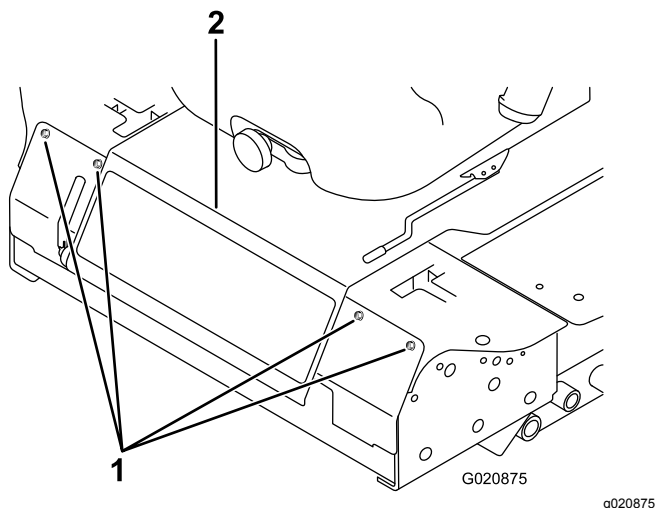

Figure 76
2. Retirez les boulons de fixation du panneau avant et déposez le panneau (Figure 76).